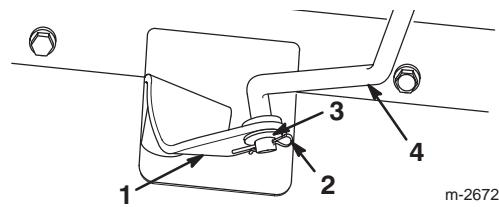
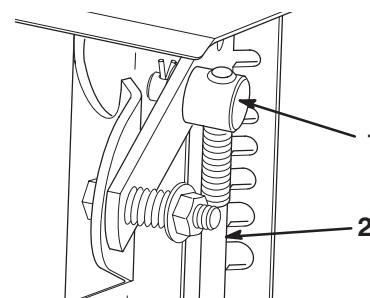

Figure 5
Figure 6
- Tirez le bras de changement de vitesse à fond vers l'extérieur (Fig. 5).
- Vissez le haut de la tige de changement de vitesse dans le tourillon (Fig. 6) jusqu'à ce que le bas de la tige puisse être inséré dans le trou du bras de changement de vitesse (Fig. 5).
- Insérez la tige de changement de vitesse dans le bras, mettez une rondelle plate sur la tige et fixez le tout à l'aide d'une goupille fendue (Fig. 5).